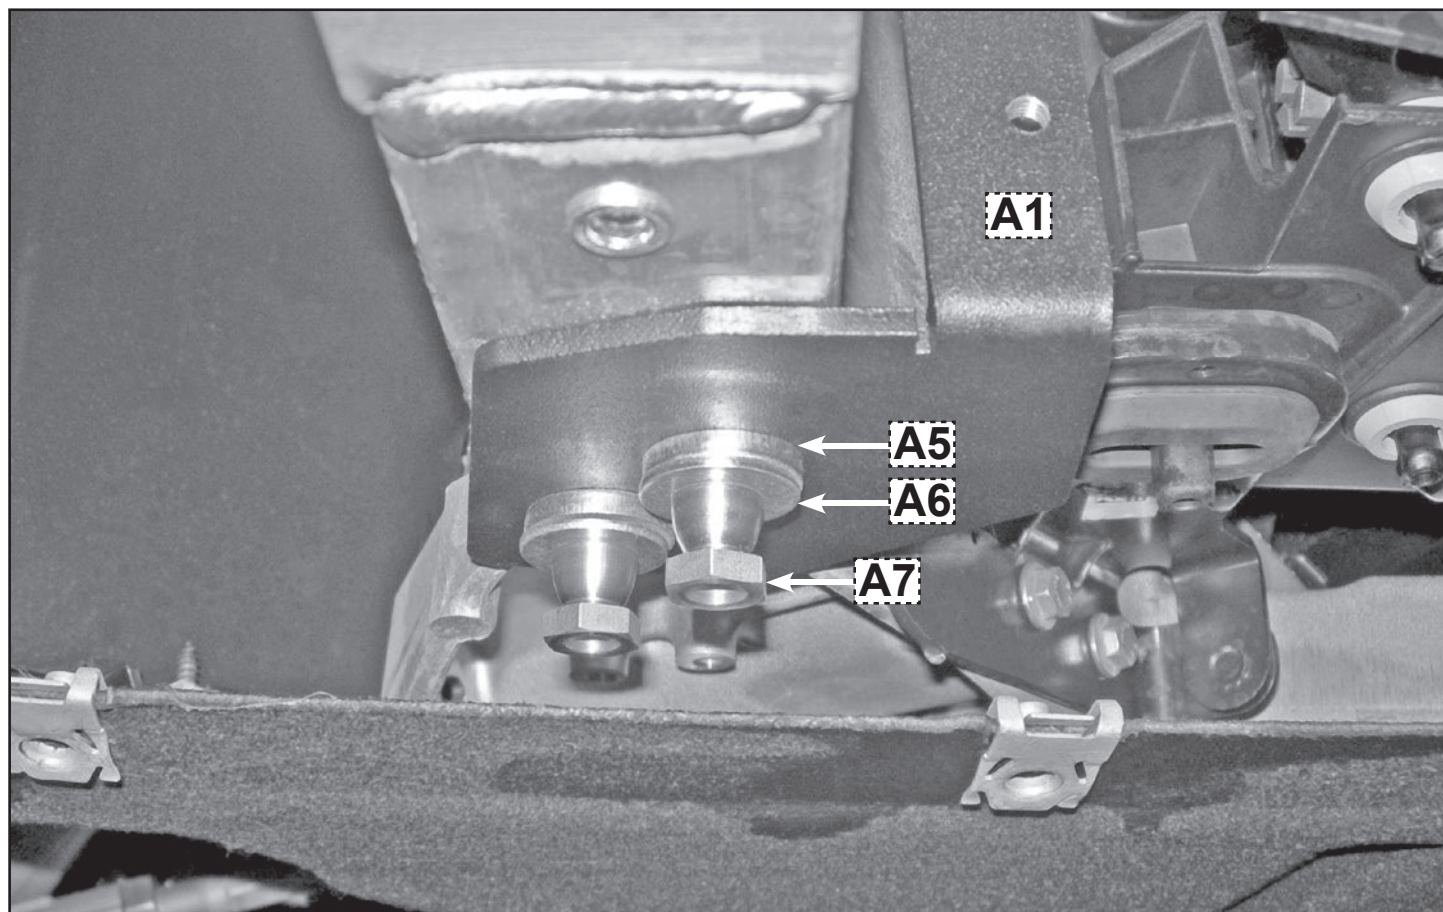

FIGURA 10
- **Nella figura 10** posizionare la piastra **A1** in dotazione e fissarla sotto al telaio con i distanziali **A5**, le due rondelle **A6** e i dadi a strappo **A7** in dotazione. Lasciarli lenti per la regolazione finale (vedi figura).